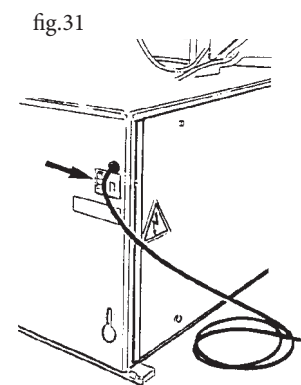

fig.31
- indicata sulla targa della macchina (come indicato in fig.31).
- Check that the mains supply tension is the same as that shown on the registration plate (as shown in fig.31).
de l'appareil (voir fig. 31).
- Die Übereinstimmung der Leitungsspannung mit der auf dem Matrikelschild angegebenen überprüfen (wie in Abb. 31).
chapa de la máquina (como indica la fig. 31).